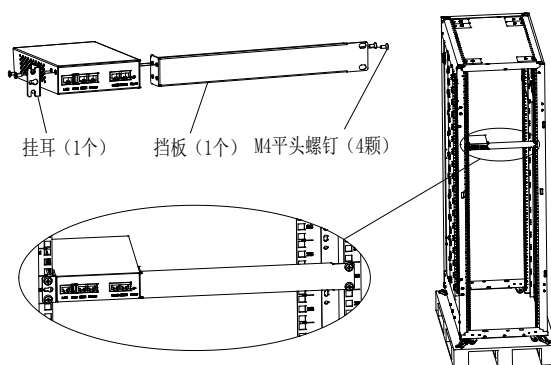

图2-3 安装挂耳、挡板和安装示意图
2. 按照图 2-3 先连接挡板与 RDU-EX，然后再进行机架安装。